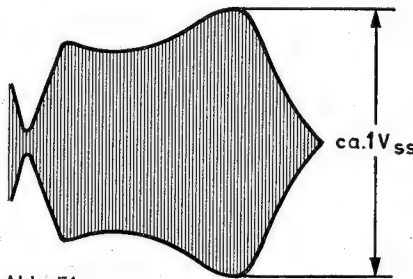

Abb. 51
5. Wobbler ausschalten, 38,9 MHz Markengeber (quarzkontrolliert) so weit aufdrehen, daß am Diodenfilter eine Gleichspannung von -5 Volt entsteht. Wobbler aufdrehen, bis der Spitze/Spitze-Wert der Schwebung 1 V_{ss} beträgt (siehe Abb. 51).